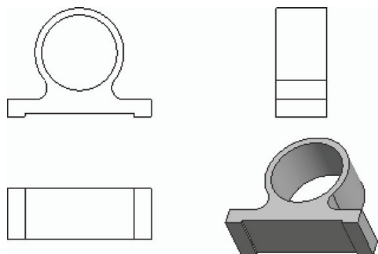

图 14-49 打开模型文件
STEP 01 单击快速访问工具栏中的“打开”按钮 ，打开模型文件，如图 14-49 所示。